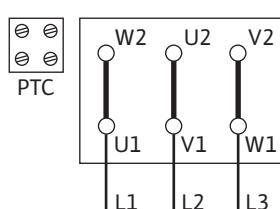

Fig. 10: Пуск Y-Δ
- Подключение к сети зависит от мощности двигателя Р2, сетевого напряжения и типа пуска. Требуемое переключение соединительных перемычек в клеммной коробке можно определить по следующей таблице, а также Fig. 10, 11 и 12.